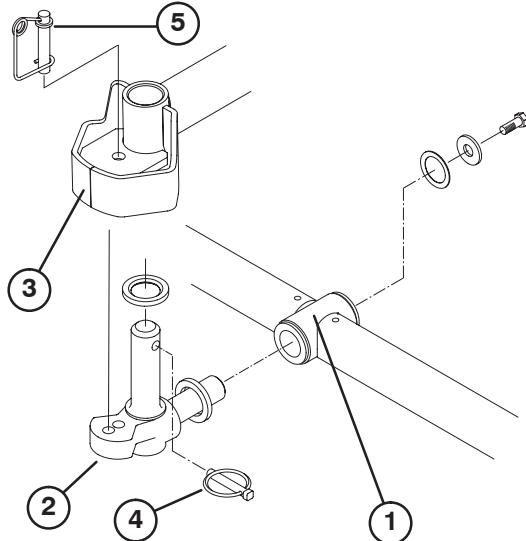

Bild 8
6. Setzen Sie eine Druckscheibe auf die horizontale Welle des Kreuzgelenks, siehe Bild 8.
7. Setzen Sie die horizontale Welle des Kreuzgelenks in das Befestigungsrohr des Trägerrahmens ein (Bild 8).
8. Befestigen Sie das Kreuzgelenk mit einer Druckscheibe, einer flachen Scheibe und einer Bundkopfschraube am Trägerrahmen (Bild 8).
9. Setzen Sie eine Druckscheibe auf die vertikale Welle des Kreuzgelenks, siehe Bild 8.
10. Falls die vertikale Welle abgenommen ist, setzen Sie sie auf das Kreuzgelenk in den Gelenkhub des Hubarms ein (Bild 8). Führen Sie das Kreuzgelenk zwischen den beiden Zentrierpuffern aus Gummi in die Unterseite der Lenkplatte des Hubarms ein.
11. Setzen Sie den Klapptecker in das Kreuzloch an der Kreuzgelenkwelle ein (Bild 8).
Hinweis: Wenn Sie eine starre Mähwerkposition wünschen, setzen Sie den Lenkstift in das Befestigungsloch des Kreuzgelenks (Bild 8). Haken Sie den Federdraht unten um den Lenkstift.